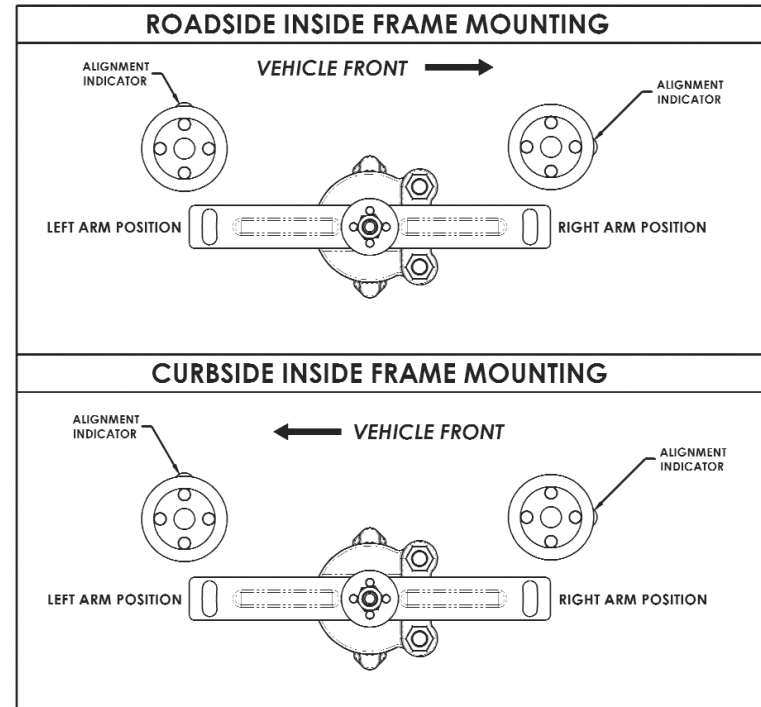

Figure 3
Fasten the control arm to the interface cap and shaft making sure the alignment identifier dimple on the interface cap is in the proper position for your valve orientation. Refer to **Fig. 3 & 4** for proper alignment identifier orientation. Use the provided nylok nut and tighten to 25-30 in-lbs. **DO NOT** over torque this nylok nut; it could result in a damaged or broken shaft. If adjustable control arm is used, assemble with provided hardware. Torque the adjustment bolt to 25-30 in-lbs.
- d) Determine if the control arm and alignment identifier dimple on the interface cap are in the proper orientation. Refer to **Fig. 3 & 4**.
Ajuste el brazo de control a la tapa de interfaz y al eje asegurándose de que el agujero del identificador de alineación de la tapa de interfaz esté en la posición correcta para la orientación de la válvula. Consulte las **Fig. 3 y 4** para obtener la orientación correcta del identificador de alineación. Utilice la tuerca nylok que se proporciona y apriete a 25 a 30 pulg.-lb. **NO** apriete demasiado esta tuerca nylok; puede dañar o romper el eje. Si se utiliza el brazo de control ajustable, monte con hardware proporcionado. Apriete el perno del ajuste hasta los 25-30 in libras.